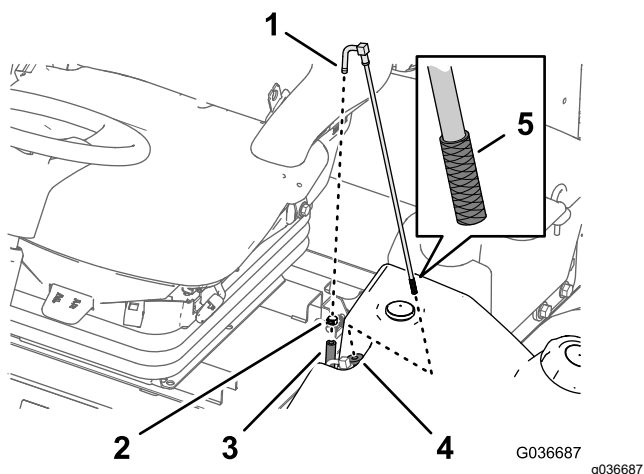

图 53
1. 取下将供油软管固定至燃油集油管接头的软管夹图 53。
2. 从接头上分开软管图 53。
3. 将燃油集油管从油箱中提起图 53。
4. 清洁燃油集油管端部滤网上的任何杂物图 53。
5. 先将燃油集油管插入橡胶轴套然后再插入油箱图 53。